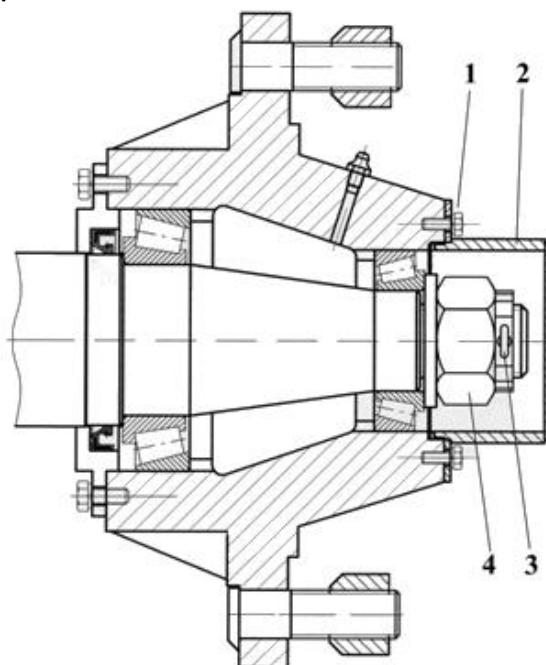

Рис. 6.1. Ступица колеса
- отвернуть болты 1 (рис.6.1) и снять крышку ступицы 2;